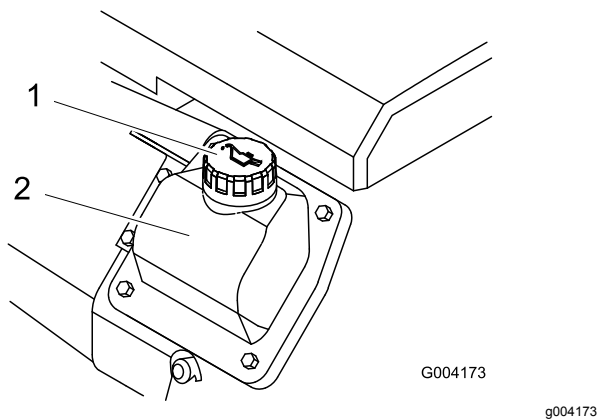

Figura 36
- Se il livello dell'olio è basso, pulite attorno al tappo di riempimento dell'olio e rimuovete il tappo (Figura 36).
6. Togliete il tappo di riempimento dell'olio (Figura 36) e versate lentamente l'80% circa della quantità d'olio specificata attraverso il coperchio della valvola.
9. Togliete il tappo di riempimento dell'olio (Figura 36) e versate lentamente l'80% circa della